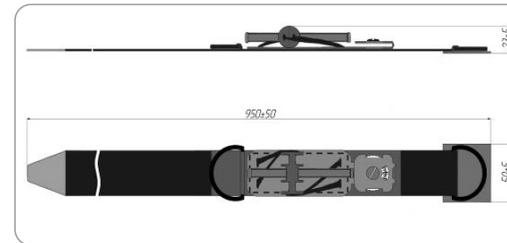
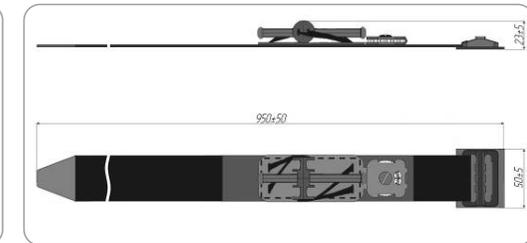

Рис. 1 Внешний вид и габаритные размеры ЖК-01
Рис. 2 Внешний вид и габаритные размеры ЖК-02
- 3.1. Внешний вид и габаритные размеры жгута представлены на рис.1 и рис.2: